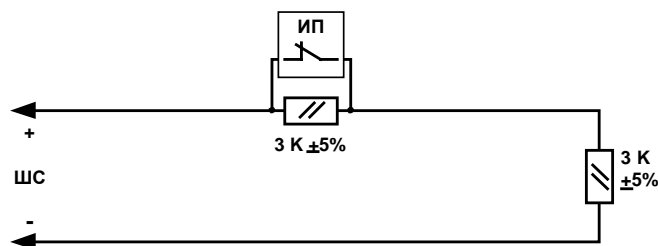

Рис. 8 Пожарный ШС с пассивным ИП (при срабатывании одного ИП формируется извещение «Пожар»)
- от пассивных ИП с нормально-замкнутыми контактами с формированием извещения «Пожар» при срабатывании одного извещателя в ШС с последующей проверкой повторного срабатывания через ~ 8 с (см. Рис. 8, Табл. 8);